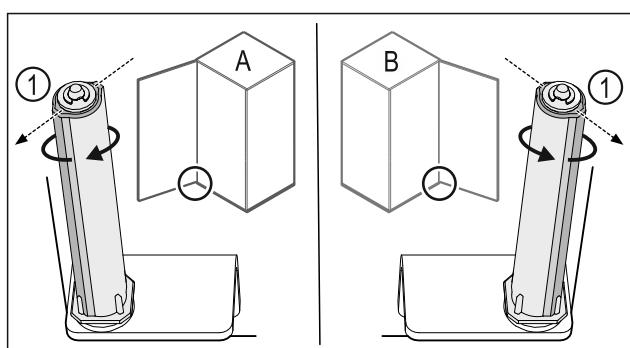

Fig. 38 Ľavý doraz (A)/pravý doraz (B)
- Otáčajte systém zatvárania proti odporu, kým nebude mostík systému zatvárania Fig. 38 (1) ukazovať von.